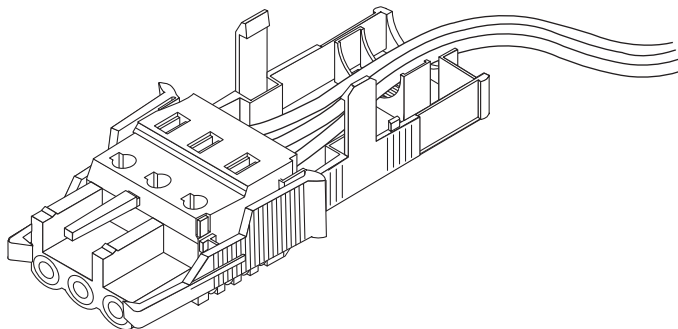

図 5-7 保護カバーの下部品にワイヤーを通した状態
2. 保護カバーの下部品の端の開口部に、DC 電源からの 3 本のワイヤーを通します (図 5-7 を参照)。